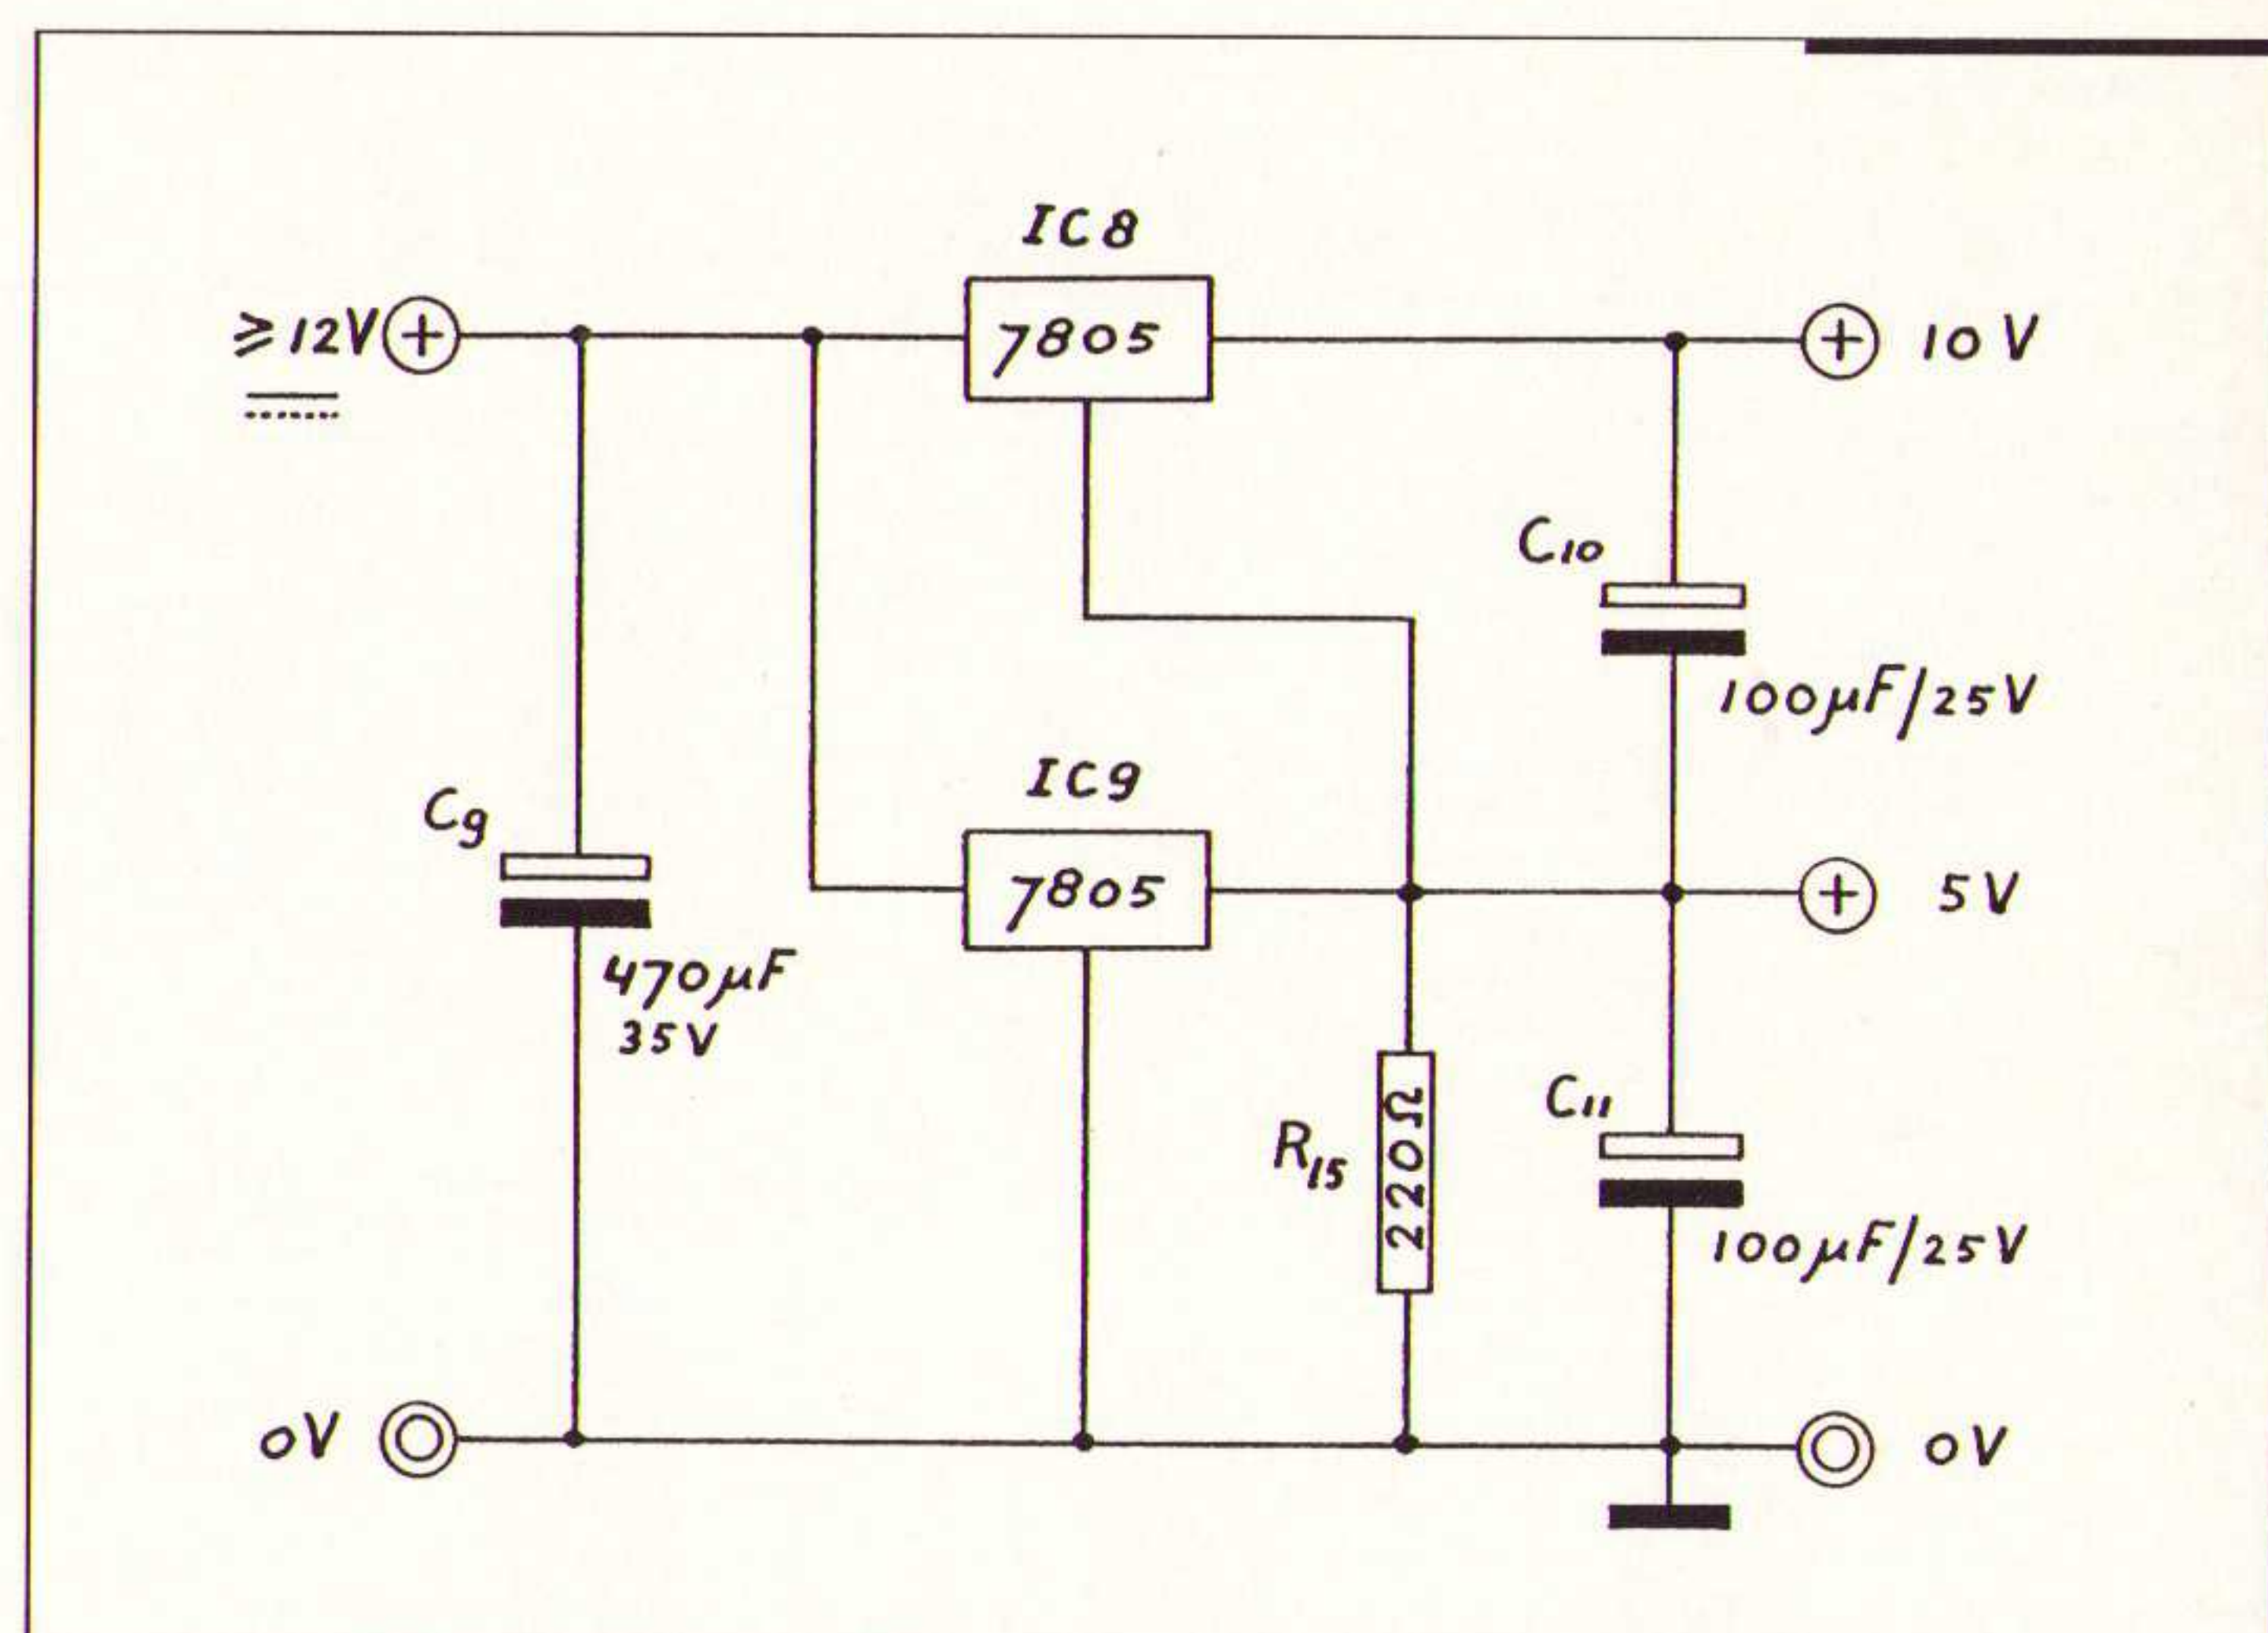

Fig. 3 De voeding voor de computerinterface.
Als in het hoofdmenu (Fig. 6) bij "F) Fax" op de Enter-toets wordt gedrukt, begint JV-Fax te werken (tenminste als ook de interface staat ingeschakeld en is gekoppeld aan de PC). Een zwart scherm verschijnt met daarin een klein menuscherm (zie Afb. 3) Het handige van dit menuscherm is dat tijdens het inlezen van de satellietfoto de signaal-grootte op een zwart (B) naar wit (W) schaal kan worden gevolgd terwijl tegelijkertijd ook de foto op het beeldscherm verschijnt. Dit biedt de ideale mogelijkheid om per satelliet de juiste afstelling te vinden voor de OFFSET-SPAN en GAIN instelling. Voor meer uitleg over de rest van het menu, zie de handleiding.